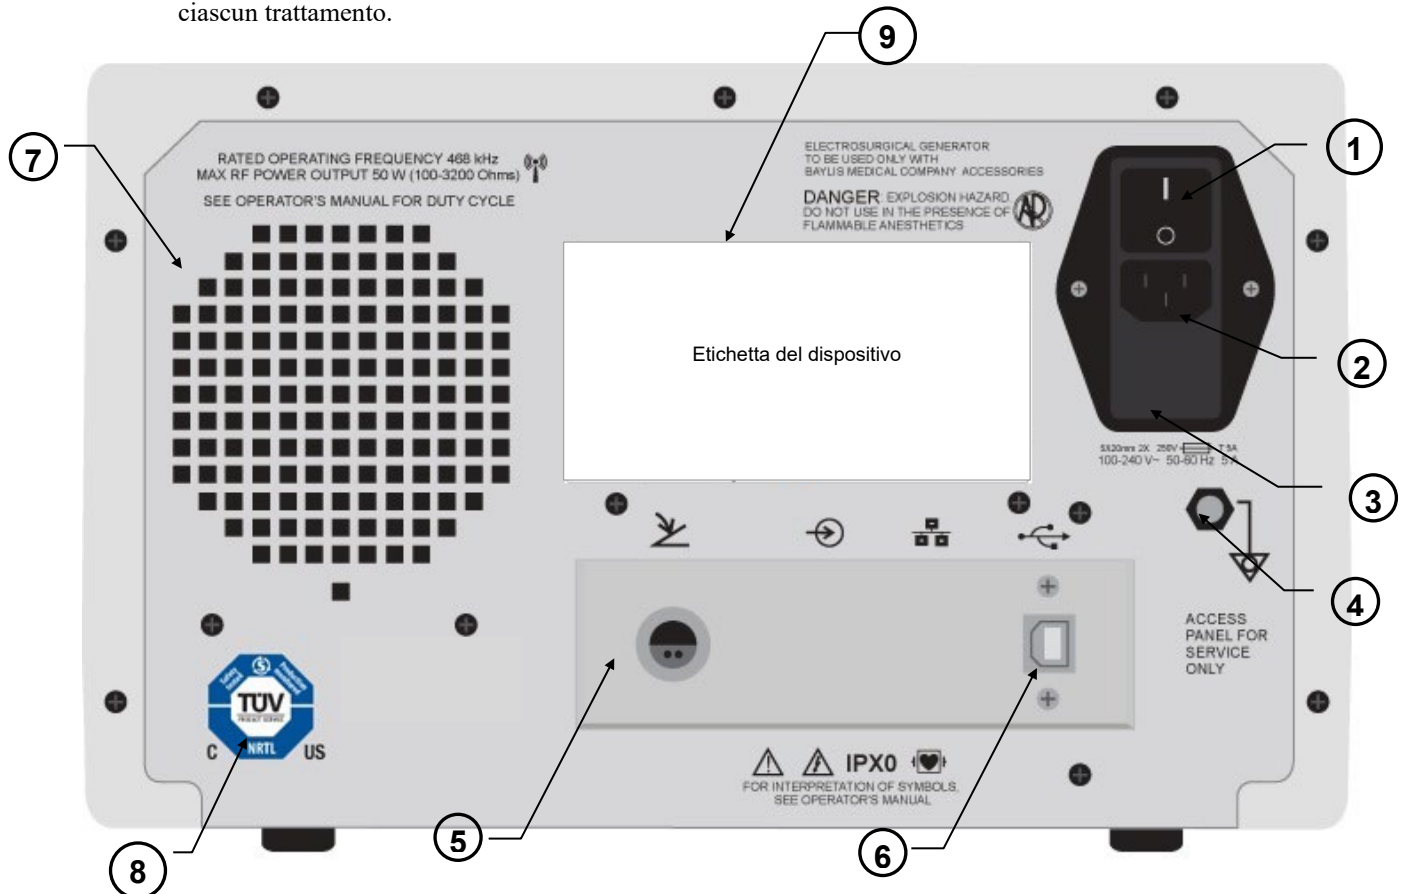

Figura 5-2 - Pannello posteriore dell'ablatore
Di seguito si descrivono i display del pannello posteriore, i controlli e i collegamenti. Consultare la Figura 5-2 - Pannello posteriore dell'ablatore per conoscerne la posizione.
- (1) **Interruttore alimentazione CA:** L'interruttore controlla l'alimentazione in ingresso dell'ablatore a monte della rete elettrica. Fa parte del modulo di ingresso dell'alimentazione che contiene anche la scatola fusibili e i connettore dell'alimentazione CA.
- (2) **Collegamento cavo di alimentazione CA:** Questo collegamento è predisposto per il fissaggio di un cavo di alimentazione di tipo ospedaliero.
- (3) **Scatola fusibili:** La scatola contiene i fusibili che proteggono l'ablatore da eccessiva corrente alternata.
- (4) **Collegamento equipotenziale a terra:** Il connettore è collegato al telaio / messa a terra. Esso è fornito per il collegamento di riferimento di terra in ambienti in cui viene utilizzato il cablaggio equipotenziale di terra.
- (5) **Collegamento PEDALE (pedale):** Questo collegamento riguarda il fissaggio del pedale. Come il pulsante RF ON / OFF, il PEDALE inizia e termina l'erogazione di energia RF, ma la sua azione è diversa da quella del pulsante RF ON / OFF. Il PEDALE deve essere premuto e tenuto in stato READY per fornire energia in radiofrequenza e deve essere rilasciato per sospendere l'erogazione di radiofrequenza.
- (6) **Connessione USB (coperta):** Usata solo da personale di servizio autorizzato.
- (7) **Ventola:** Per lo scarico dell'aria calda proveniente dall'ablatore viene usata una ventola brushless CC. La direzione del flusso è verso l'esterno dal pannello posteriore.
- (8) **Targa marcatura TUV:** Indica la conformità alle norme CAN /CSA 22.2 No. 60601-1:2008, EN 60601-1:2006, IEC 60601-2-2:2017
- (9) **Etichetta del dispositivo:** Questa etichetta indica il numero di modello, di serie e le informazioni di contatto del produttore. I simboli presenti su questa etichetta sono descritti nella Sezione 9.5.
N.B.: eventuali porte non indicate in Figura 5-2 - Pannello posteriore del generatore, non sono funzionanti e non devono essere utilizzate.